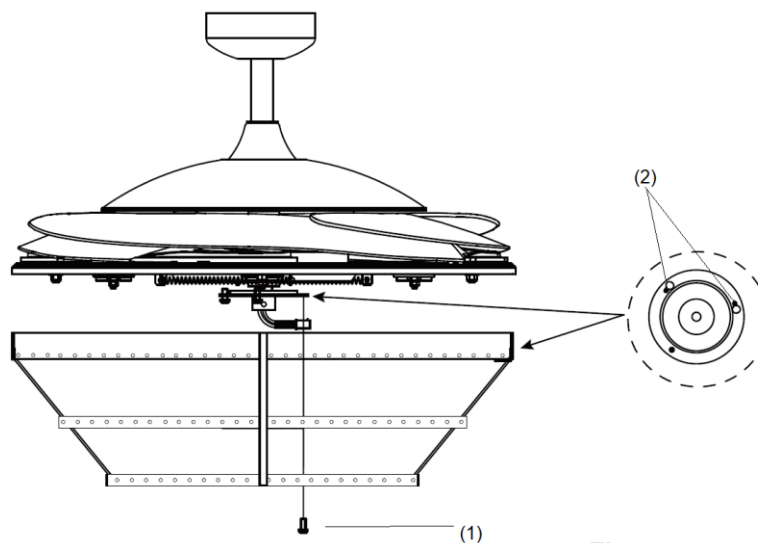

Fig. 6
INSTALLATION DU KIT D'ÉCLAIRAGE (Fig. 6 et 7)
1. Dévissez la vis (1) du support du ventilateur. Alignez les 2 vis à tête fendue avec les encoches (2) du support du kit d'éclairage. (Fig. 6)
2. Tournez le kit d'éclairage dans le sens inverse des aiguilles d'une montre jusqu'à ce que les vis à tête fendue soient calées à l'extrémité des encoches (2).
3. Fixez la vis (1) sur le support d'abat-jour. Serrez les 3 vis. Évitez de trop serrer.